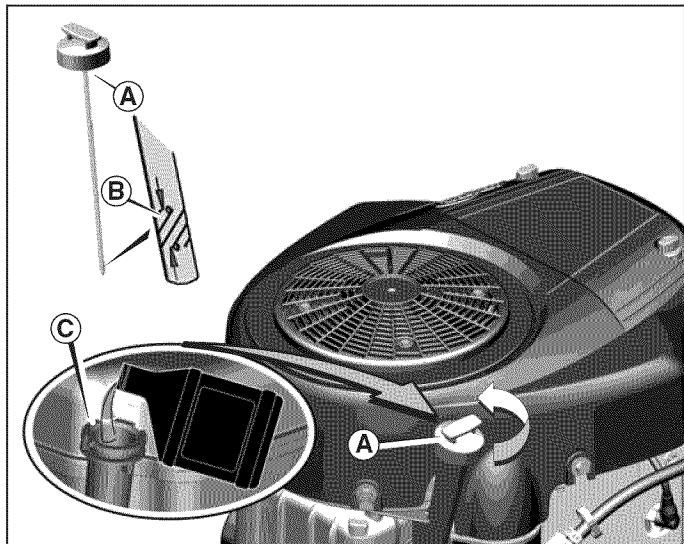

Figura 5
- 1. Remueva la varilla indicadora de nivel de aceite (**A**, Figura 5) y límpiela con un trapo limpio.